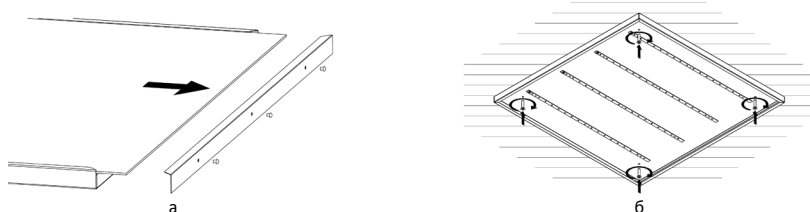

Рисунок 9 — Накладной монтаж светильника Geniled серии Office, LPO.
5.4. **Накладной монтаж.** Установка светильника Geniled на ровную поверхность накладным способом. Для светильников Geniled серии Office, LPO. См. Рисунок 9.
5.4.1. При помощи тонкой отвертки либо другого подходящего подручного инструмента аккуратно извлеките три пластиковые заклепки из съемной боковой крышки. Снимите крышку и извлеките рассеиватель (Рисунок 9, а).
- 5.4.4. Установите светильник на подготовленное место (Рисунок 9, б). Используйте метизы подходящего диаметра (<5мм).
- 5.5.1. При помощи тонкой отвертки либо другого подходящего подручного инструмента аккуратно извлеките три пластиковые заклепки из съемной боковой крышки. Снимите крышку и извлеките рассеиватель (Рисунок 9, а).